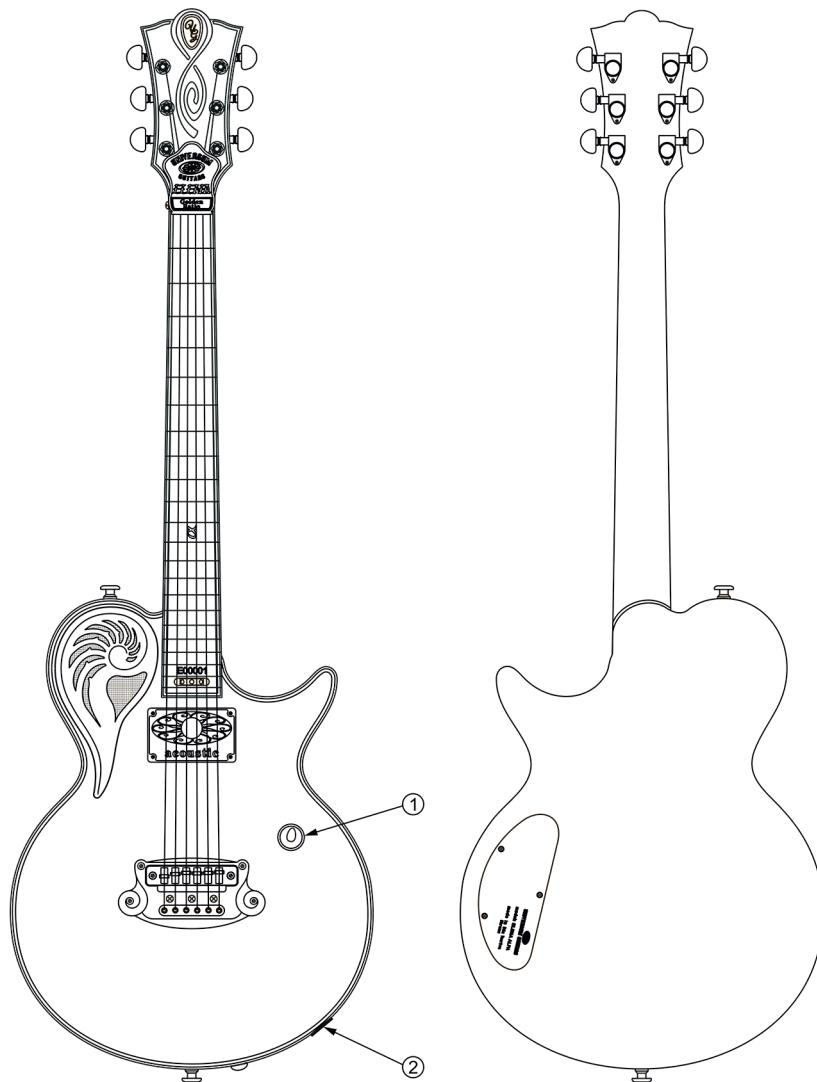

Bild 22
- Ausgangsbuchse – akustisch (Bild 22 Pos. 2).
- Einspeiseelement – 1 St. (befindet sich im Timbreblockfach, Bild 22).
- 1) Handgriff des Potentiometers für die Einstellung der Lautstärke (Bild 22 Pos. 1).